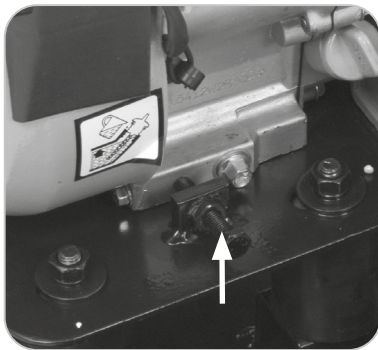

Fig. 19
- Afloje los cuatro (4) pernos de cabeza hexagonal usando una llave adecuada (no suministrada).
- Deslice el motor hacia delante o hacia atrás para modificar la tensión de la correa de transmisión. Se proporciona un tornillo de ajuste (**Fig. 19**) en la parte delantera del motor para ayudar a colocar de forma precisa el motor.